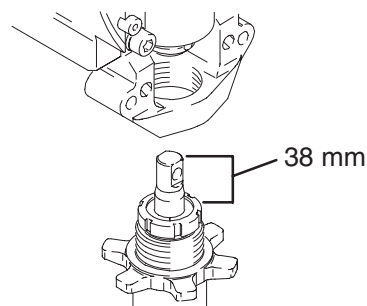

Fig. 12
1. Fig. 12. Extraiga el vástago del pistón 38 mm. Enrosque la bomba hasta que los orificios de la traviesa del cojinete y del vástago del pistón queden alineados.